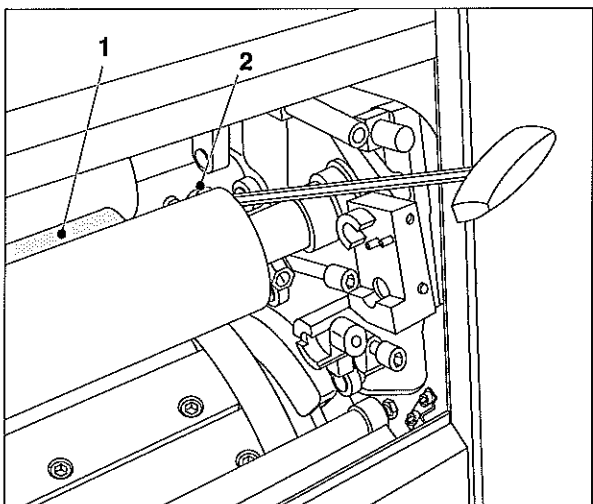

図 19 インキ着けローラ 2
1. 駆動側と操作側のローラロック (図 19/2) を開きます。図 19 に示すように、デリバリ側から開いてください。
2. インキ着けローラ (図 19/1) を取り出します。